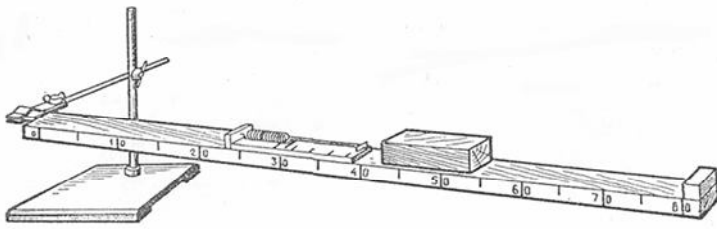
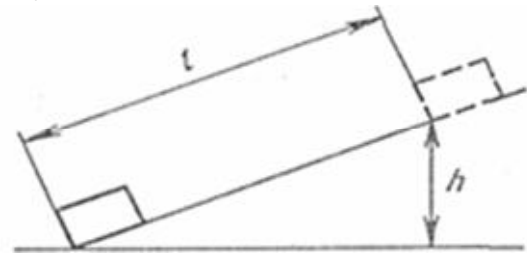

Рис. 1
Рис. 2
- Зберіть установку за рис. 1. Виміряйте висоту  $h$  і довжину похилої площини  $l$  для кута  $\alpha = 15^\circ$  (див. рис. 2).